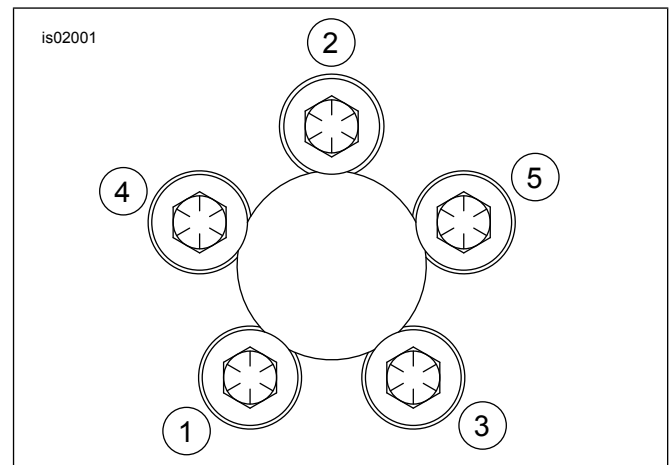

Figura 1. Seqüência de torque, roda dentada
4. Veja a Figura 1. Aperte os parafusos na seqüência mostrada com torque de 31,2 N·m (23 ft-lbs).
7. Usando as marcas como guia, e usando a seqüência de aperto mostrada na Figura 1, gire cada parafuso 60 graus adicionais, no sentido horário.